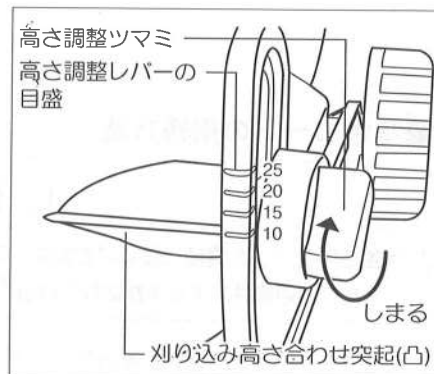

図5
④ 本機正面の刈り込み高さ合わせ突起(凸)部に、刈り込み高さ調整レバーの目盛り(凹)部を合わせ、高さ調整ツマミを締付けてください。(図5参照)
☞ 刈り込み高さ調整レバーの目盛り(凹)部は、上から25、20、15、10mmです。目盛りを合わせたら、高さ調整ツマミを確実に締付けてください。(図5参照)